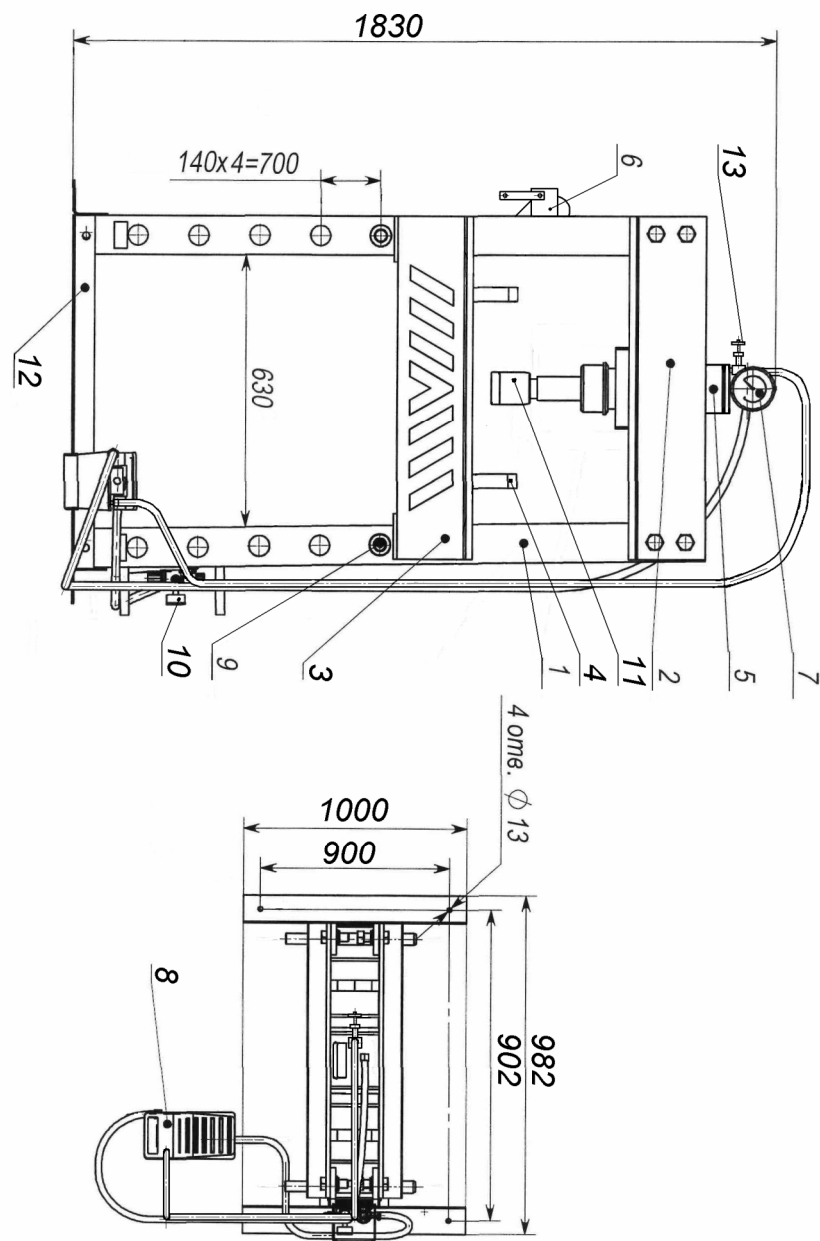

Рис. 1. Пресс П- 120
- рама, состоящая из двух стоек поз. 1 (см. Рис.1), балки верхней поз. 2, балки опорной поз. 3 и основания поз. 12;
7.7. Для увеличения скорости обратного хода штока открыть вентиль (см. поз.13 на Рис. 1) слива масла из поршневой полости гидроцилиндра. После возвращения штока в исходное верхнее положение вентиль закрыть.